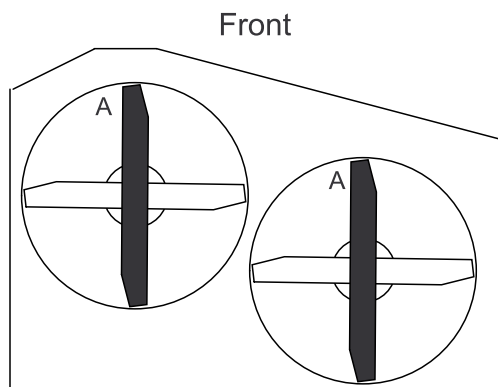

Figura 50
3. Girate le lame fino a disporle in parallelo con la lunghezza della macchina. Misurate da un piano orizzontale fino al tagliente delle lame, posizione A (Figura 50).